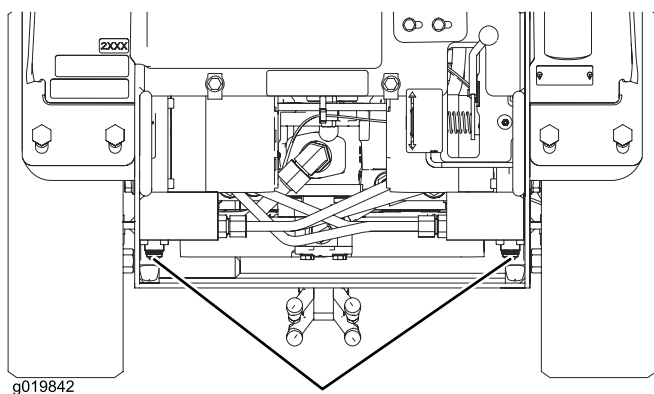

Figura 20
3. Con l'aiuto di una chiave, girare due volte in senso antiorario le valvole per il rimorchio situate sui motori idraulici (Figura 20).